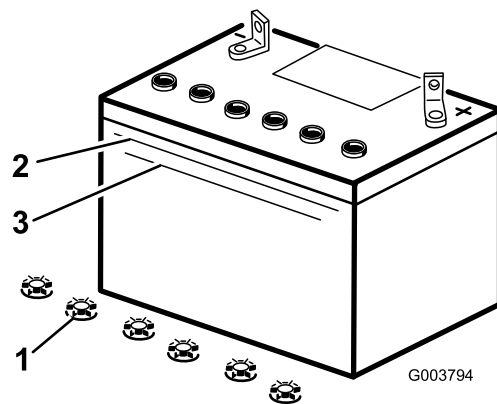

Figura 37
2. Mire hacia el lateral de la batería. El electrolito debe llegar a la línea superior (Figura 37). No permita que el electrolito esté por debajo de la línea inferior (Figura 37).
3. Retire los tapon de llenado de la batería (Figura 37).
4. Vierta lentamente agua destilada en cada célula de la batería hasta que el nivel de electrolito llegue a la línea superior (Figura 37) de la caja de la batería.
- Espera de cinco a diez minutos después de llenar las células de la batería. Añada agua destilada, si es necesario, hasta que el nivel de electrolito llegue a la línea superior (Figura 37) de la caja de la batería.